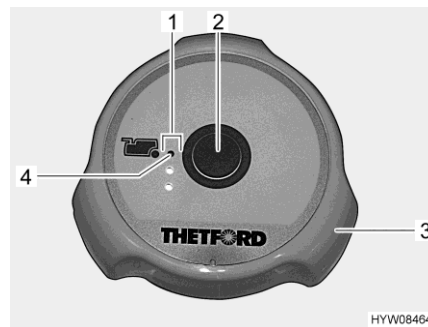

Fig. 134 Pulsante dello sciacquone/spie di controllo (toilette Thetford)
- Prima di tirare l'acqua, aprire il cursore della toilette Thetford. A tal fine ruotare la maniglia girevole (Fig. 134,3) in senso antiorario.
- Per sciacquare premere il pulsante blu (Fig. 134,2).
- Dopo aver tirato l'acqua chiudere il cursore. Ruotare la maniglia girevole (Fig. 134,3) in senso orario.
Le spie di controllo (Fig. 134,1) indicano il livello del serbatoio fecale.
Quando si accende la spia di controllo rossa (Fig. 134,4), il serbatoio fecale deve essere svuotato.